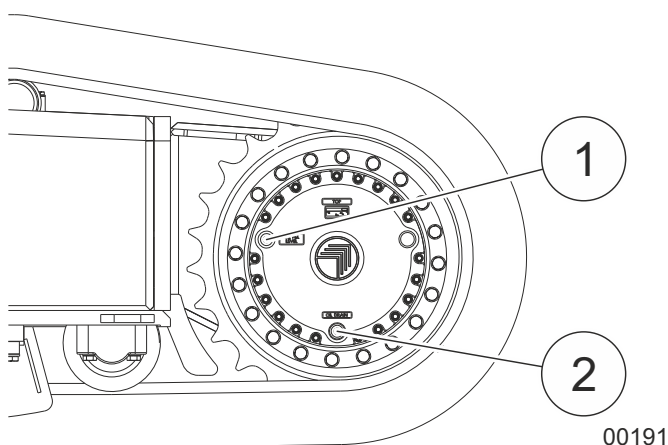

Fig. 30 Puntos de lubricación (1) y (2) del mando de propulsión
1	Estacione la máquina en una superficie uniforme y dura de manera que los puntos de lubricación (1) y (2) queden como se ilustra en la Fig. 30.